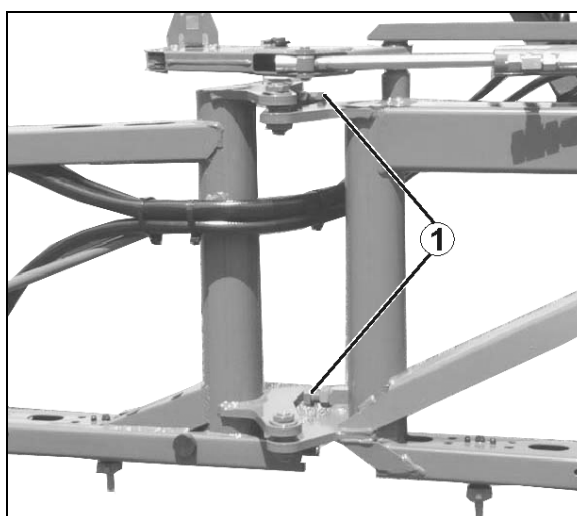

Fig. 157
1. Desatarraxar a contra-porca do parafuso de regulação (Fig. 157/1).